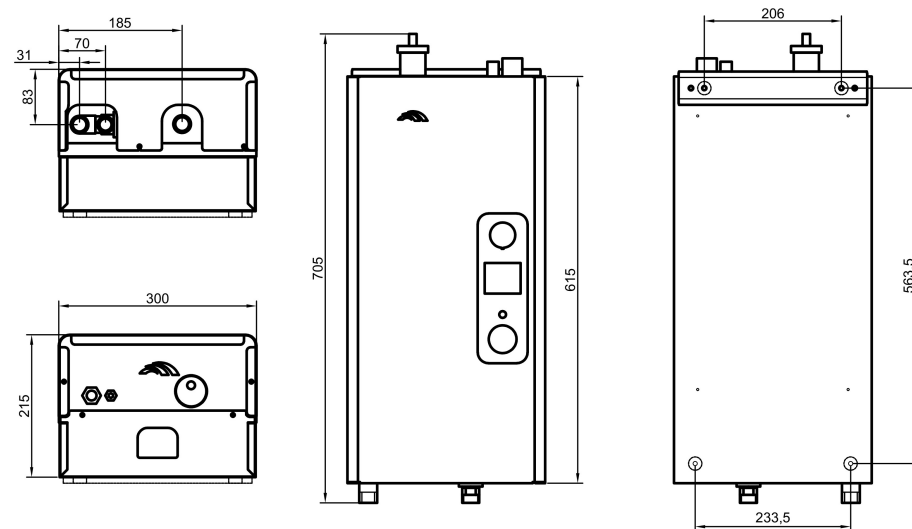
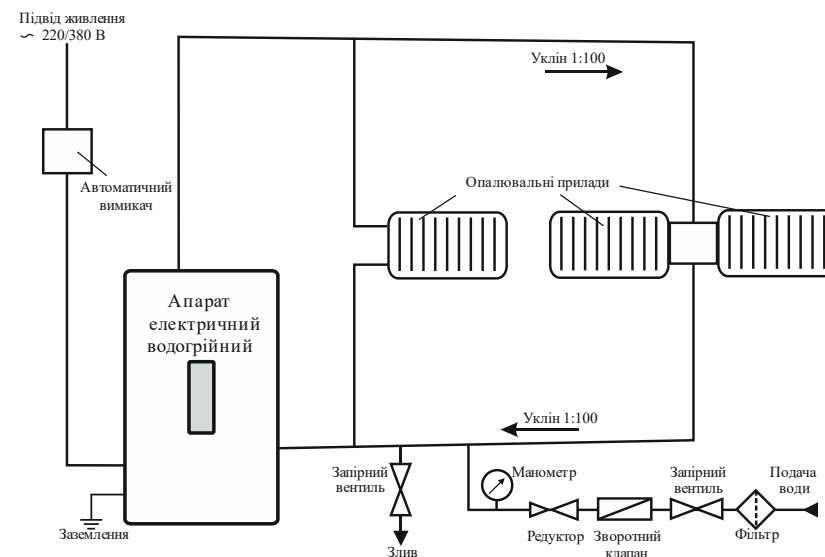

Рисунок 1 - Апарат електричний водогрійний КЕО-MAX
Рисунок 2 - Принципова схема системи опалювання, що рекомендується
5.1. КЕО-МАХ є конструкцією, що складається з окремих вузлів, розміщених усередині сталевго корпусу у формі паралелепіпеда (рис. 1). КЕО-МАХ закріплюється на стіні вертикально і підключається до системи опалення і електромережі (рис. 2).
5.2. Основні вузли КЕО-МАХ (рис. 1):